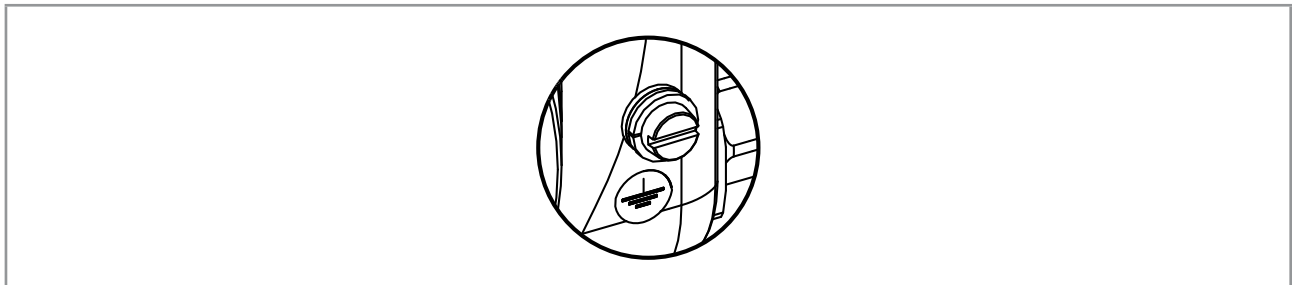

Abb. 38: Funktionserdeschraube außen am Gerät
- Den Funktionserdeleiter an die Funktionserdeschraube anschließen, siehe Abb. 38.